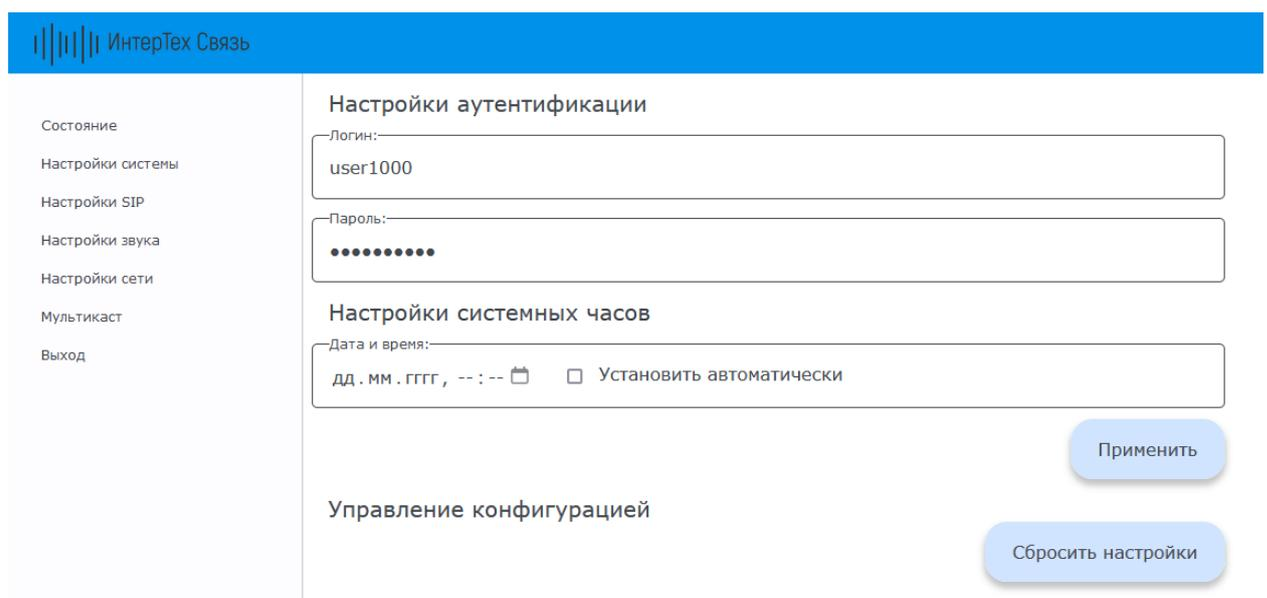

Рисунок 5 – Меню «Настройка системы»
2.5.2.1 Учетная запись пользователя настраивается в меню «Настройка системы» в области «Настройка аутентификации» (рисунок 5).
2.5.2.2 Для настройки учетной записи необходимо заполнить поля «Логин» и «Пароль» (см. рисунок 5) соответствующими данными для входа в веб-интерфейс. Далее нажать кнопку «Применить» (см. рисунок 5).
2.5.3.1 Настройка времени осуществляется в меню «Настройка системы» в области «Настройка системных часов» (см. рисунок 5).
2.5.3.2 Для настройки времени необходимо заполнить поле «Дата и время» или установить маркер в поле «Установить автоматически» (см. рисунок 5). Далее нажать кнопку «Применить» (см. рисунок 5).